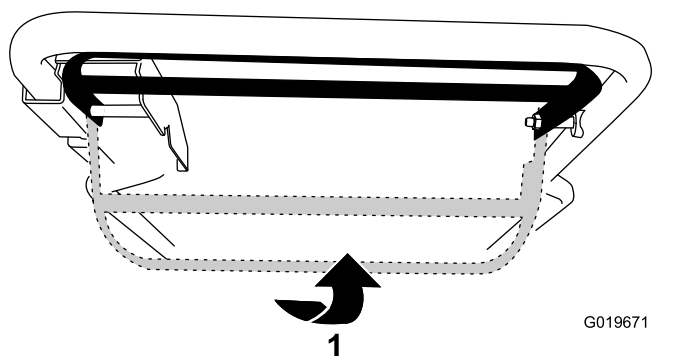

图 16
- **要操作自走驱动系统但不接合刀片** 请将刀片控制杆抬升到手柄处 图 16。